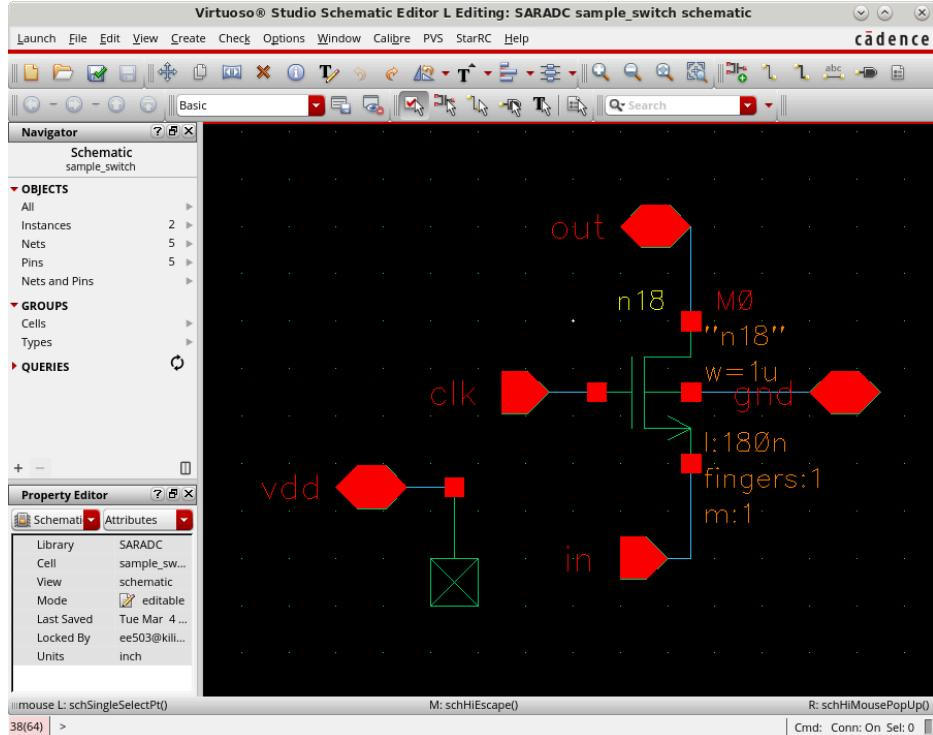

图 72 简易采样开关电路
8. 在 Schematic 视图中, 如图 72 所示, 完成连线。
4. Result browser 还支持查看两个节点之间的差分电压，我们可以利用此功能查看 NMOS 的 V_{GS} 。根据图 72，不难发现 NMOS 的栅极为 clk 节点，而源极为 in 节点。因此，绘制 NMOS 的 V_{GS} 即可转换为绘制 clk 和 in 节点电压的差值。